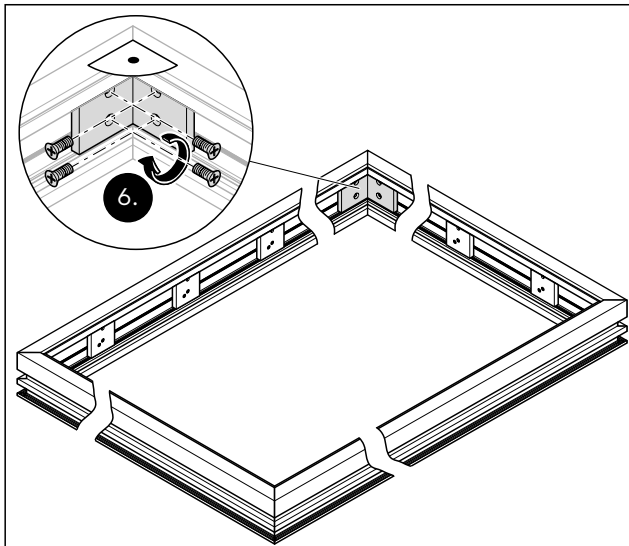

Abb. 17 Die Winkelstücke mit den Teilstücken verbinden
6. Die 4 Winkelstücke im Akustikelementrahmen mit Senkkopfschrauben M5x20 mm fixieren (Abb. 17).